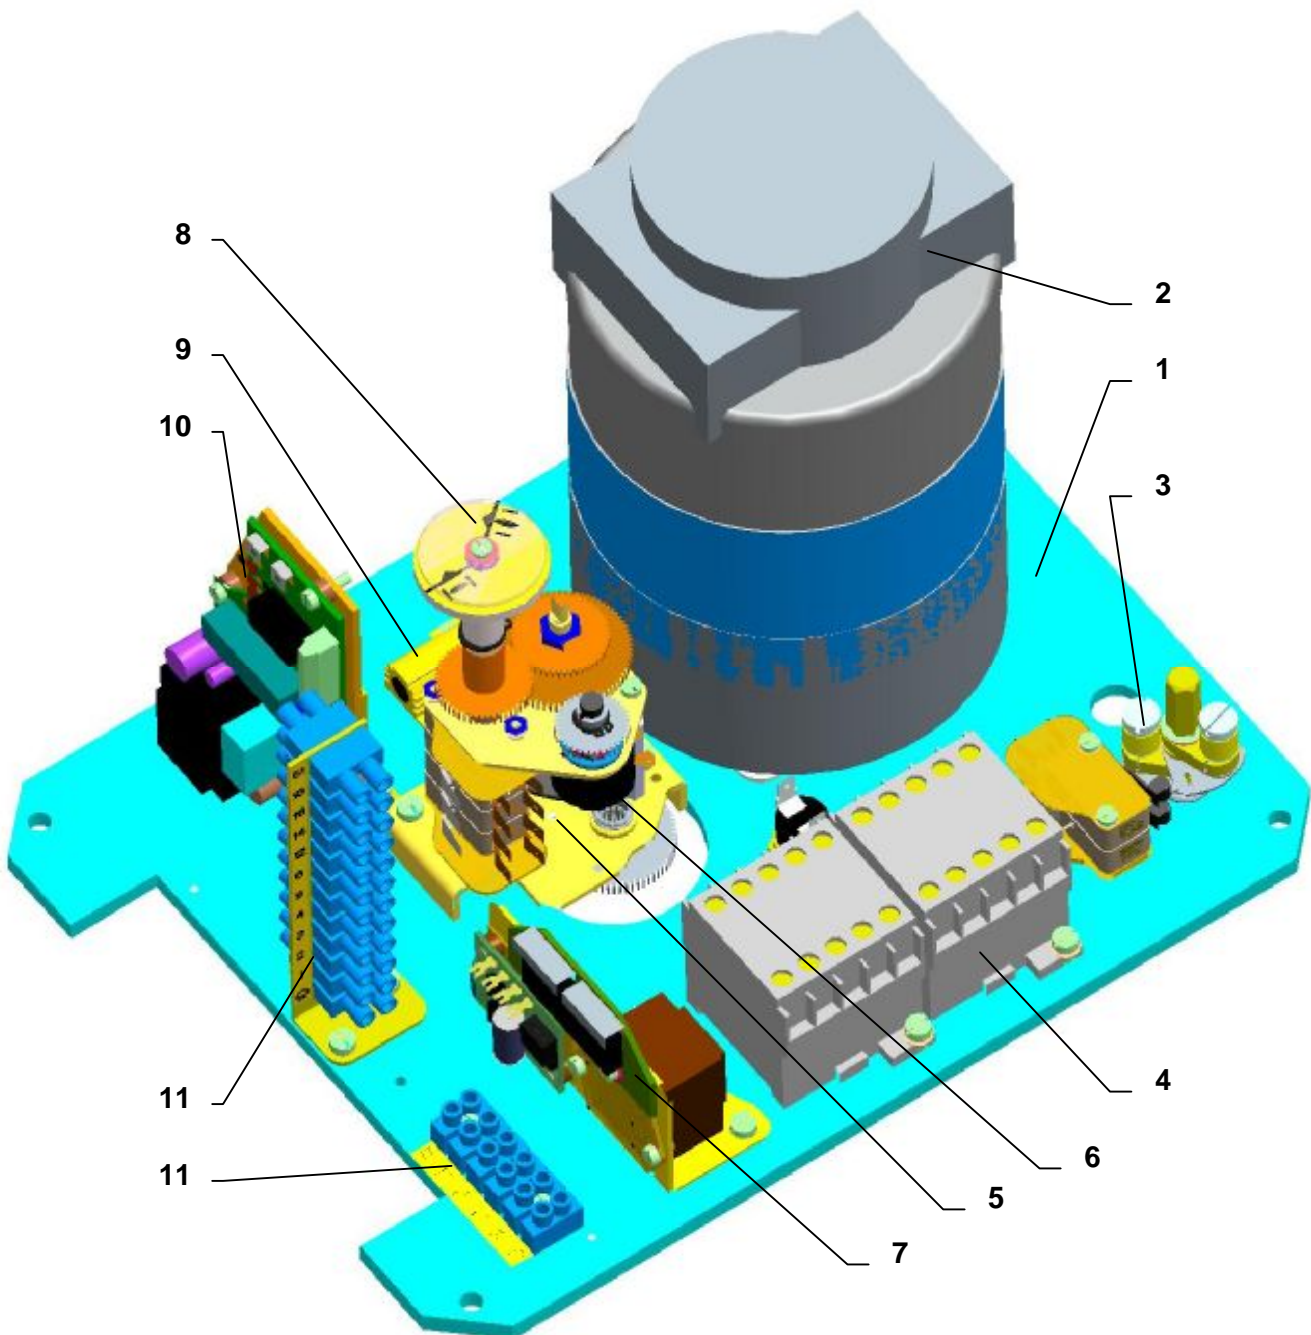

Рис.2
**Управляющая часть (Рис. 2)** размещена на доске управления (1), которая содержит:
- электродвигатель (2)
- моментный узел (3) - управляемый аксиальным сдвигом резьбонарезного станка
- реверсивные контакторы (4) ( по исполнению ЭП)
- узел положения и сигнализации (5) с датчиком положения (6) - сопротивления, емкостный или электронный датчик положения (7) , и с механическим местным указателем положения (8)
- тепловое сопротивление (9) с температурным выключателем
- регулятор положения (10) – для типа SPR
- электрические присоединение с помощью клеммной колодки (11) (размещенных в пространстве управления) и кабельных концевых втулок или конектора с концевыми втулками